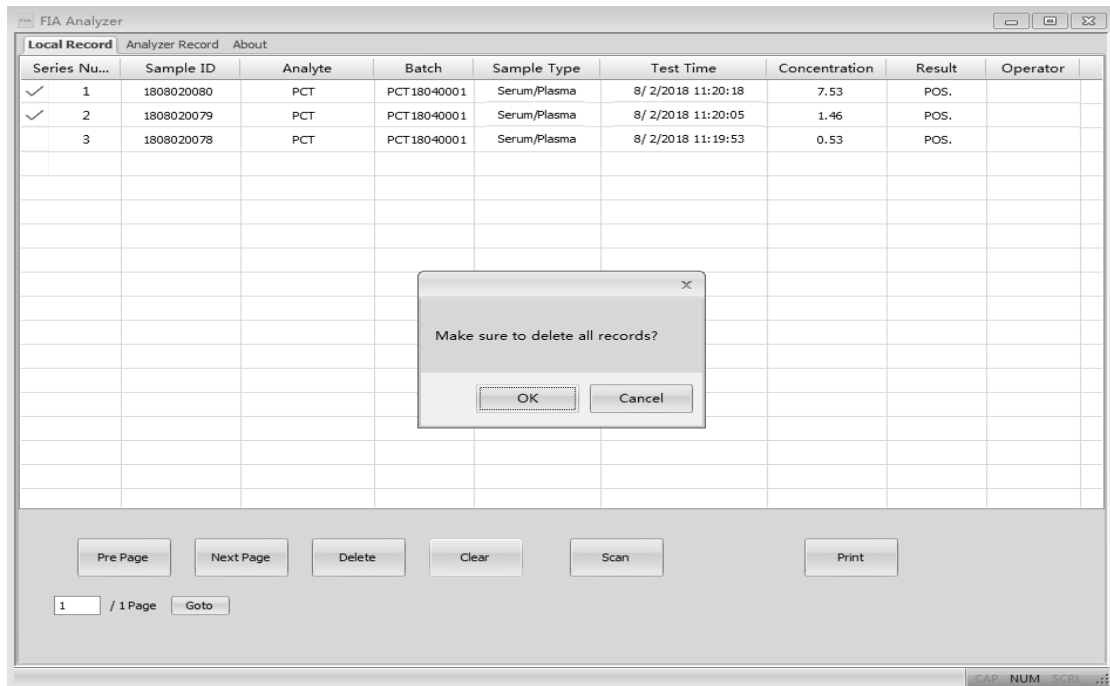

Abb. 42
- „**Clear**“: Klicken Sie auf „**Clear**“, um alle Datensätze aus dem System zu löschen. (Siehe Abb. 42). Sie werden aufgefordert, den Vorgang zu bestätigen. Wenn Sie auf „**OK**“ klicken, werden alle Daten gelöscht.